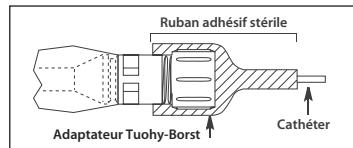

Figure 5
- L'extrémité adaptateur Tuohy-Borst de la gaine anticontamination du cathéter doit être fixée à l'aide de ruban adhésif stérile pour empêcher le mouvement du cathéter (voir Figure 5).